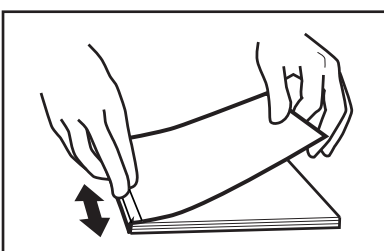

ABBILDUNG 19
10. Drücken Sie das Buch vorsichtig gegen den Rücken. Reiben Sie vor und zurück, wie in Schritt 9 (siehe Abbildung 19).